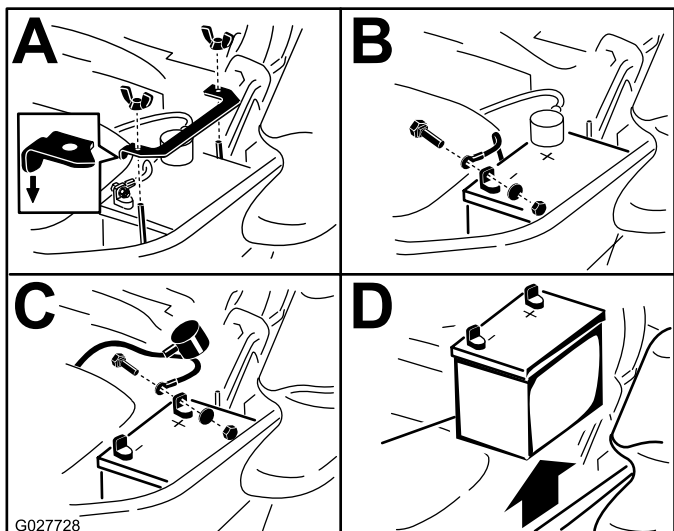

Figura 60
3. Rimuovete la batteria come illustrato nella Figura 60.